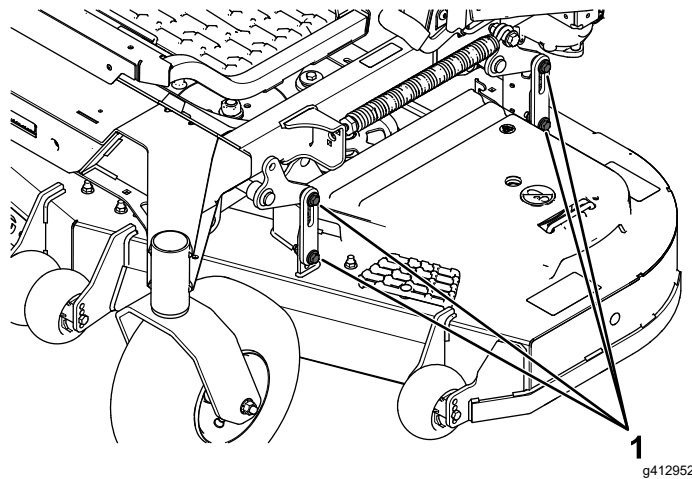

Figura 105
16. Afloje las contratueras (Figura 105) en las 4 esquinas y asegúrese de que la carcasa de corte queda bien asentada sobre los 4 bloques.